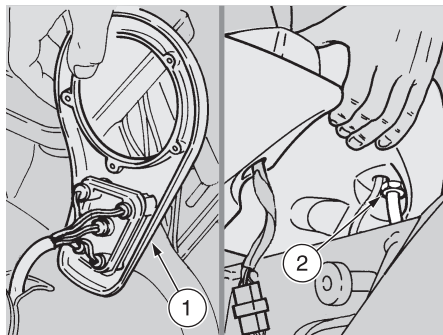

Fig. 54
- ◆ Soulever le groupe des témoins (1 - Fig. 54).
- ◆ Dévisser l'écrou (2 - Fig. 54) qui bloque le compteur kilométrique, en le soutenant afin qu'il ne tombe pas.